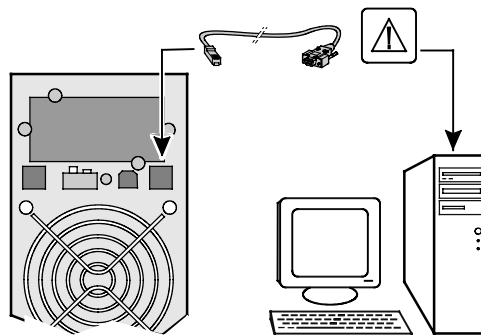

Рисунок 20. Порт USB
1. Порт USB имеет возможность горячего подключения. Подключите кабель USB к порту USB на задней панели ИБП (см. Рисунок 20).